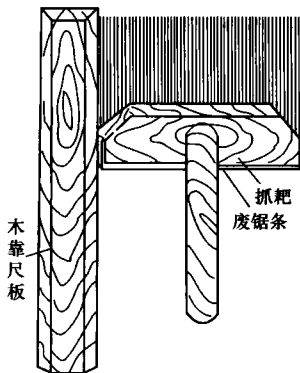

图 1-2 拉假石
面层斩剁	(1)应先进行试斩,以石粒不脱落为准。 (2)斩剁前,应先弹顺线,相距约 10 cm,按线操作,以免剁纹跑斜。 (3)斩剁时必须保持墙面湿润。如墙面过于干燥,则应予蘸水,但已斩剁完的部分不得蘸水,以免影响外观。 (4)斩假石的质感效果分立纹剁斧和花锤剁斧,可以根据设计选用。 (5)为便于操作及增强其装饰性,棱角与分格缝周边宜留 15~20 mm 镜边。镜边也可以同天然石材处理方式一样,改为横向剁纹。 (6)斩假石操作应自上而下进行,先斩转角和四周边缘,后斩中间墙面。转角和四周边缘的剁纹应与其边棱呈垂直方向,中间墙面斩成垂直纹。 (7)斩斧要保持锋利,斩剁时动作要快并轻重均匀,剁纹深浅要一致。 (8)每斩 1 行随时将分格条取出,同时检查分格缝内灰浆是否饱满、严密,如有缝隙和小孔,应及时用素水泥浆修补平整。 (9)一般台口、方圆柱和简单的门头线脚,操作时大多是先用斩斧将块体四周斩成约 15~30 mm 的平行纹圈,再将中间部分斩成棱点或垂直纹。 (10)斩假石的另一种做法是面层用 1:2.5 石英砂(白云石屑)抹 8~10 mm 厚,面层收水后用木抹子搓平,然后用压子压实、压光。水泥终凝后,用手抓耙依着靠尺沿同一方向抓,如图 1-2 所示,称为“拉假石”。抓耙的齿为锯齿形,用 5~6 mm 厚薄钢板制作,齿距的大小和深浅可按实际要求确定。 (11)当采用彩色斩假石施工时,水泥中应掺加适量的矿物颜料,材料应按整个楼栋号一次备齐,并与水泥按比例预先全部干拌均匀备用